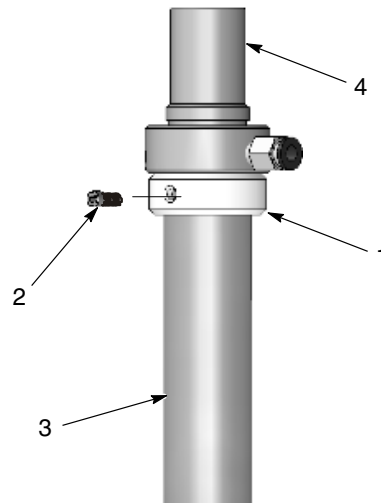

Figura 3-6 Montagem do aro no tubo captador
3. Consulte a figura 3-6. Monte o aro (1) no tubo captador (2), como ilustrado. Aperte o parafuso de sextavado interior para fixar o aro.